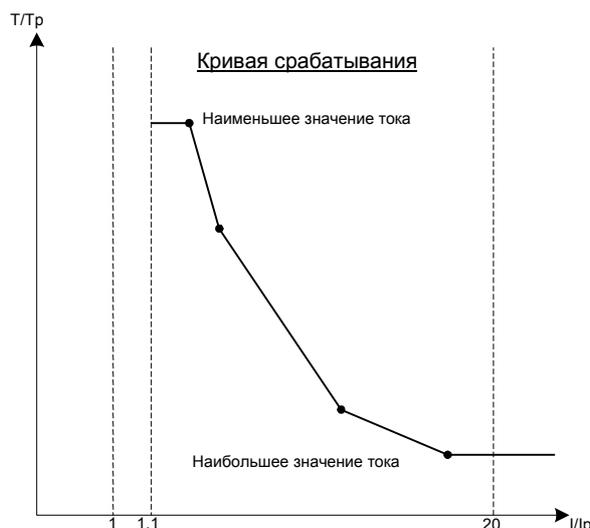

Рисунок 6-39 Применение определяемой пользователем кривой
- Если величина протекающего тока меньше введенного значения наименьшего тока, то это не приведет к увеличению выдержки времени на отключение. Кривая срабатывания (смотри Рисунок 6-39) остается постоянной во всем диапазоне изменения тока от наименьшей точки параллельно оси тока.
- Если величина протекающего тока больше введенного значения наибольшего тока, то это не приведет к уменьшению выдержки времени на отключение. Кривая срабатывания (смотри Рисунок 6-39)